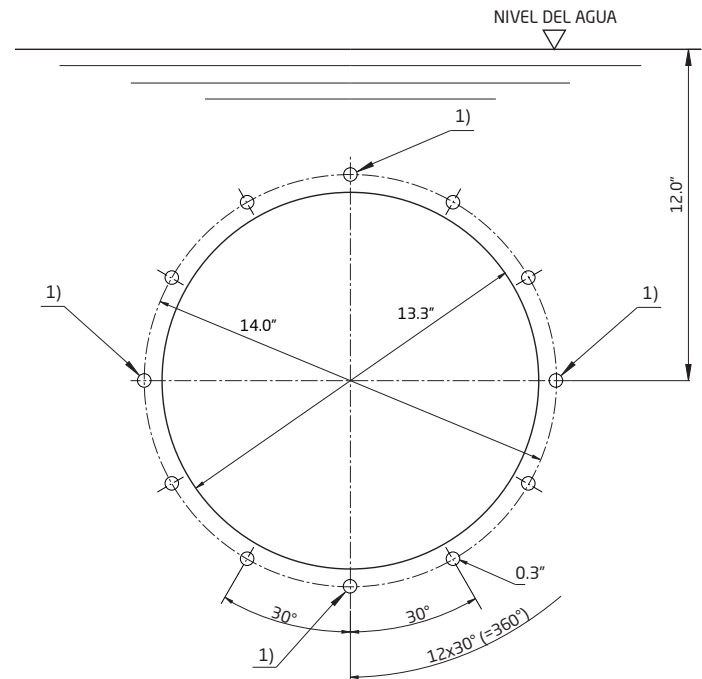
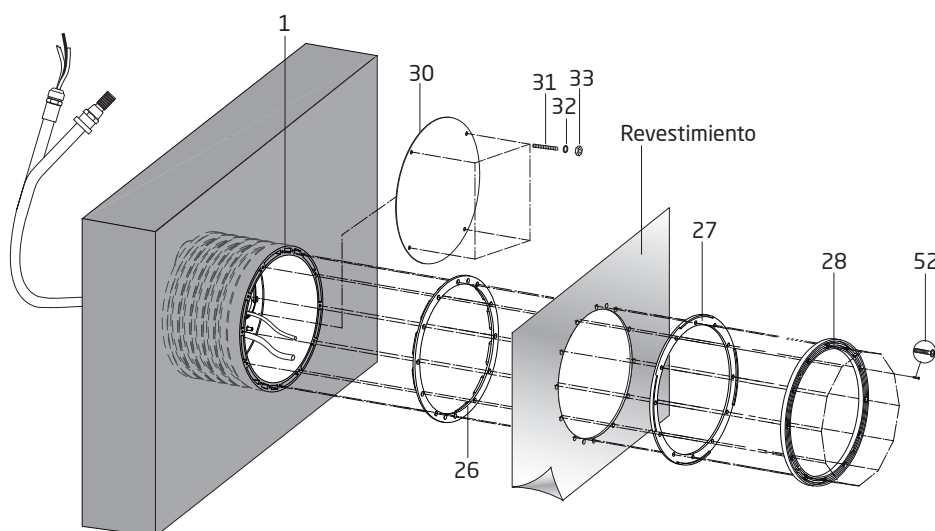

Figura 5
Figura 7
- Perfore los cuatro agujeros M8 marcados (1) en la figura 5 en el encofrado de la pared interna de la piscina. Corte un agujero de 14.5" en el encofrado de la pared externa de la piscina. **PRECAUCIÓN:** El centro de la carcasa de chorro **DEBE ESTAR** montado 12" **DEBAJO** de la línea de agua como se muestra en las figuras 5 y 6
- Instale los cuatro (4) clavos M8 x 80mm de la tapa de gunita (parte #31) en la parte frontal de la carcasa de chorro. Deben estar en la misma posición que los orificios (1) marcados en la figura 5. Deslice la cubierta de gunita (parte #30) sobre los clavos. Tape el borde de la gunita alrededor de toda la carcasa de chorro para excluir el hormigón de los insertos roscados y de la carcasa de chorro.
- Deslice la pared interna del encofrado sobre los tornillos en la carcasa de chorro a través de los agujeros perforados. Asegure el encofrado a la carcasa de chorro con cuatro (4) arandelas M8 (parte #32) y cuatro (4) tuercas M8 (parte #33).
Utilice la plantilla de montaje provista (versión a pequeña escala de la plantilla mostrada en la Figura 5) para marcar y taladrar los orificios a través del revestimiento (doce orificios hechos con tornillos M8 del anillo de fijación y orificios centrales de 13.3"). Inserte la junta con mandos en la parte frontal de la carcasa de chorro (parte #26). Instale el revestimiento con los orificios alineados a la carcasa de chorro. Coloque de forma alineada el anillo de fijación (parte #28) como se muestra en la figura 7. Coloque la junta del anillo de fijación (parte #27) y comience a instalarla utilizando los doce (12) tornillos M8 x 30 del anillo de fijación (parte #52) (Ver Figura 7).
Debe alinear el anillo de fijación (parte #28) como se muestra en la figura 7. Use los doce (12) tornillos M8 x 30 del anillo de fijación (parte #52) para sujetar dicho anillo y los mangos a la carcasa de chorro.
Utilice el modelo provisto en la Figura 5 para marcar y taladrar los orificios a través del revestimiento (doce orificios hechos con tornillos M8 y orificios centrales de 14"). Inserte la junta con mandos en la parte frontal de la carcasa de chorro (parte #26). Instale el revestimiento con los orificios alineados a la carcasa de chorro. Coloque de forma alineada el anillo de fijación (parte #28). Coloque la junta del anillo de fijación (parte #27) y comience a instalarla utilizando los doce (12) tornillos M8 x 30 del anillo de fijación (Ver Figura 7).